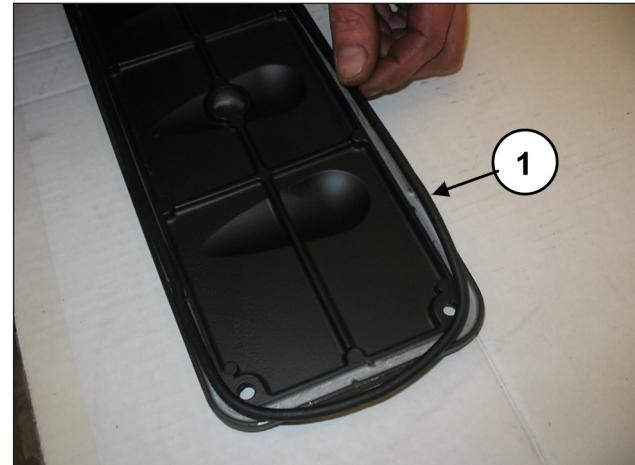
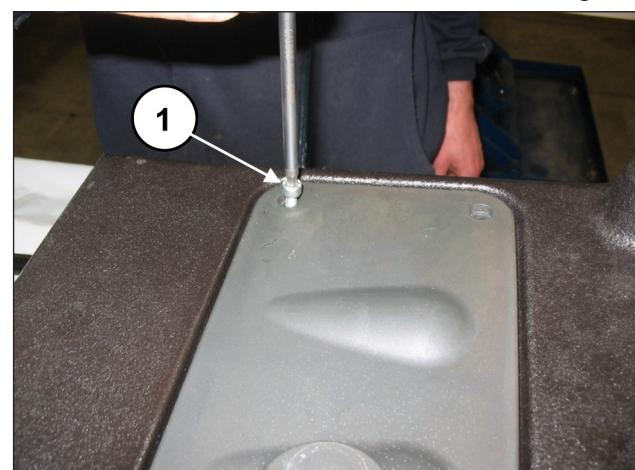

Fig. 99
Fig. 100
Monter le joint torique (rep. ①, Fig. 99) sur les deux couvercles d'inspection et monter ces derniers à l'aide de 4+4 vis M6x14 (rep. ①, Fig. 100).